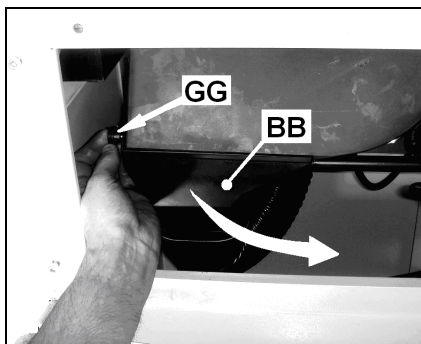

Fig 26
Entfernen Sie die Griffschraube (GG, Fig 26) und klappen Sie den Anschlussstrichter (BB) nach unten.